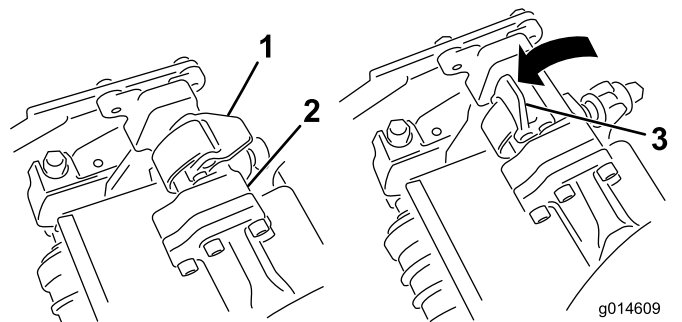
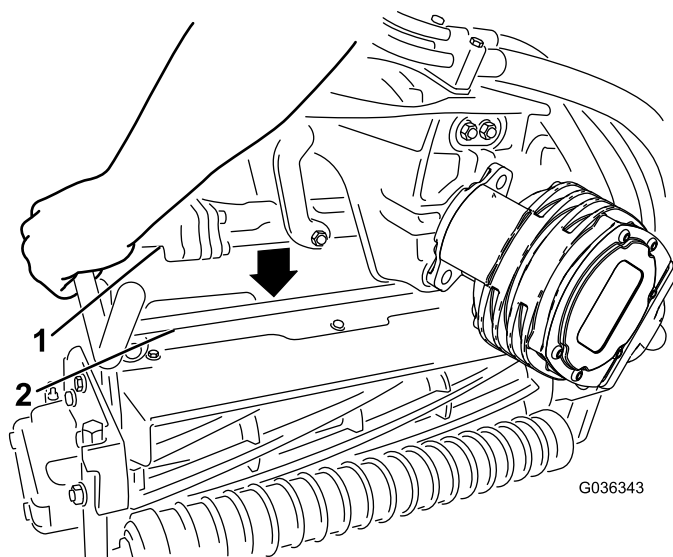

图48
图49
4. 当悬挂臂杆上的门锁指向上方（即打开）时（图48），向下压悬挂臂，使悬挂臂杆与滚刀组上方的支架相契合（图49）。
5. 向下并绕着滚刀组横杆关闭门锁，将它们锁定到位（图48）。
- 打开您正在拆下的滚刀组悬挂臂上的闩锁（图48）。